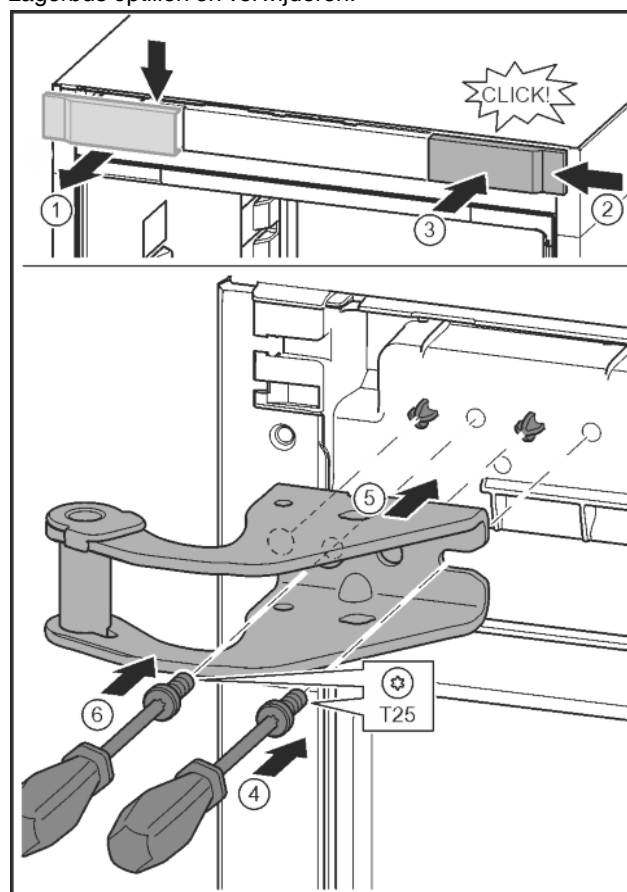

Fig. 13
- Afdekking losmaken en zijdelings verwijderen. *Fig. 13 (1)*
- Afdekking 180° gedraaid op de andere kant van rechts aanbrengen. *Fig. 13 (2)*
- Afdekking vastklikken. *Fig. 13 (3)*
- Schroef met schroevendraaier T25 aandraaien. *Fig. 13 (4)*
- Bovenste lagerbus plaatsn. *Fig. 13 (5)*
- Schroef vastdraaien. *Fig. 13 (4)*
- Schroef met schroevendraaier T25 aanbrengen en vastdraaien. *Fig. 13 (6)*